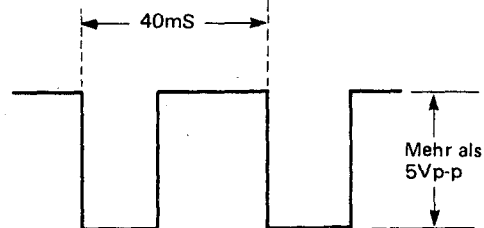

Abbildung 82.
2. Die Ausgabe des TP-707 auf einem Oszilloskop beobachten und prüfen, daß seine Werte den in Abb. 82 gezeigten entsprechen.